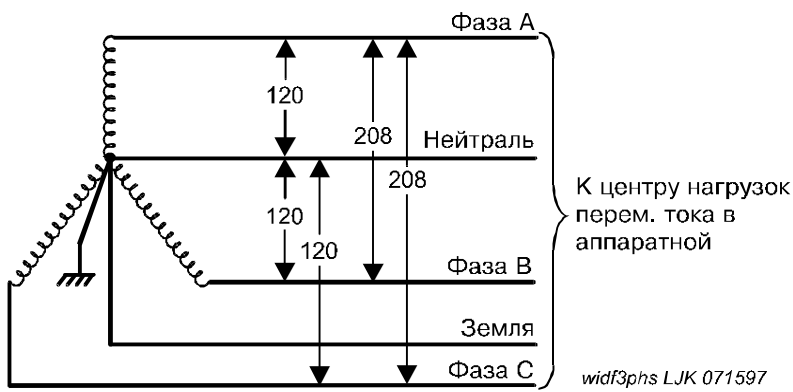

Рис. 19. Трехфазный источник питания, 120/208 В переменного тока, 60 Гц
- Трехфазного, 5-проводного 208 В перемен. тока. См. Рис. 19 на стр. 61.